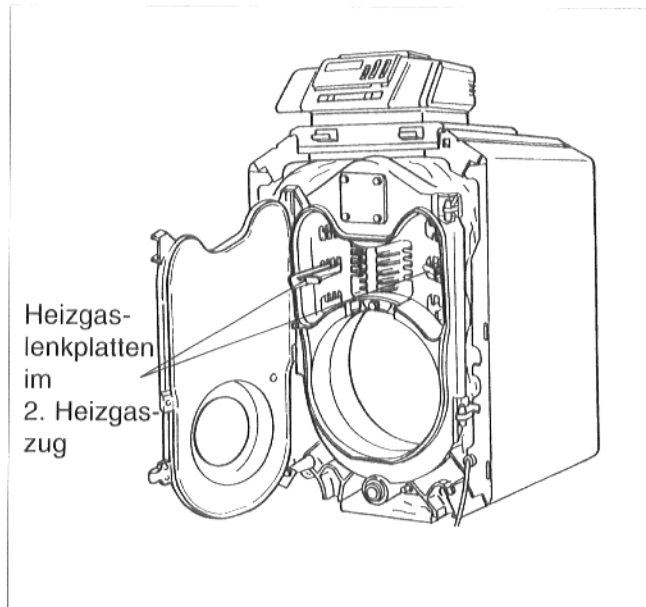

Abb. 38
- Heizgaslenkplatten links und rechts nach vorne entnehmen (Abb.38).